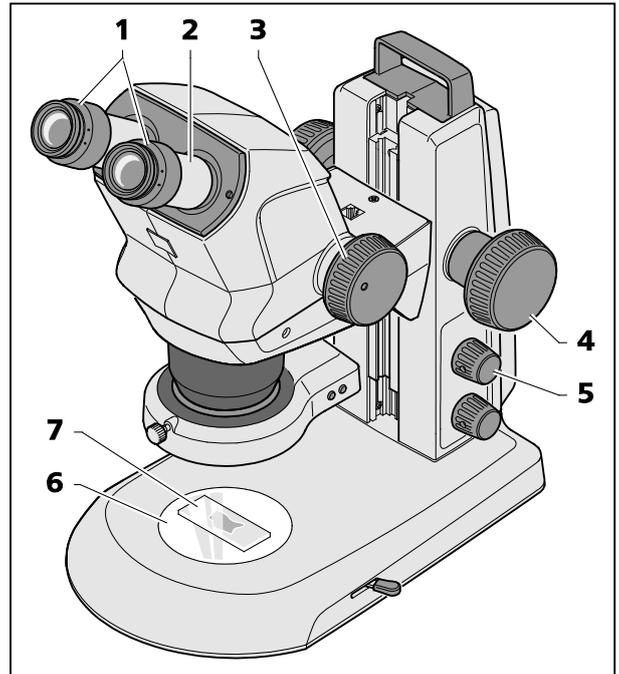

Fig. 13 Ajuste del estereomicroscopio
1. Poner el objeto (Fig. 13/7) en el centro de la placa de vidrio resp. la placa de material plástico (Fig. 13/6) e iluminar (Fig. 13/5).
2. Poner la compensación de dioptrías en los oculares ajustables (Fig. 13/1) a "0".
3. Ajustar la distancia interpupilar individual al desplazar lateralmente los portaoculares (Fig. 13/2) hasta que sea visible sólo **un** círculo luminoso (campo de objeto) sin lados cortados al mirar por los oculares con ambos ojos.
4. Poner el valor zoom (Fig. 13/3) primero al aumento más pequeño.
5. Enfocar un detalle relevante pequeño en el centro de la imagen del objeto (Fig. 13/4).
6. Ajustar el valor zoom máximo (Fig. 13/3). Debido al aumento, el detalle relevante probablemente vuelva a aparecer sin nitidez y ya no se encuentra en el centro de la imagen.
7. Enfocar el objeto nítidamente, luego buscar otra vez el detalle al desplazar el objeto y volver a enfocar exactamente (Fig. 13/4).
8. Luego ajustar otra vez el valor zoom más pequeño y en caso dado corregir las faltas de nitidez para cada ojo de forma separada con la compensación de dioptrías **en los oculares ajustables** (no mediante el mando de enfoque, Fig. 13/4) (Compensación de ametropía).
- Al pulsar el botón giratorio (Fig. 13/5) se conecta resp. desconecta la iluminación de luz reflejada (iluminador Spot resp. iluminador Spot Doble).